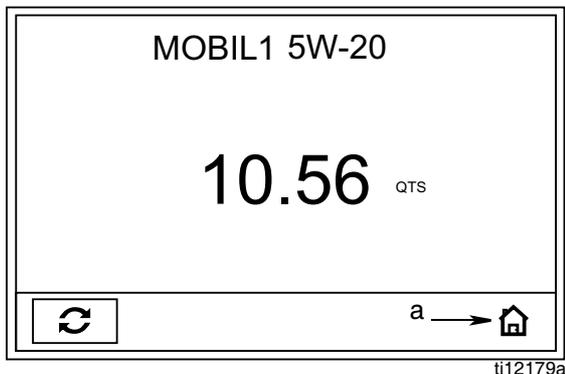

FIG. 9
2. Lorsqu'un écran du mode de fonctionnement s'affiche (comme celui montré sur la FIG. 9) :